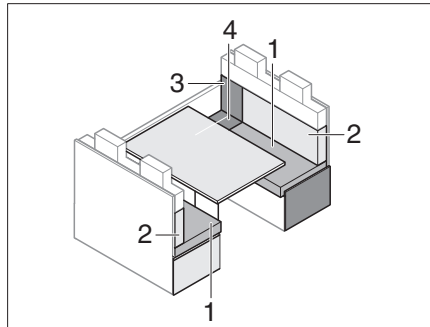

Fig. 206 Antes de la transformación
- Quitar el cojín del respaldo (Fig. 206,2) y ponerlo al lado.